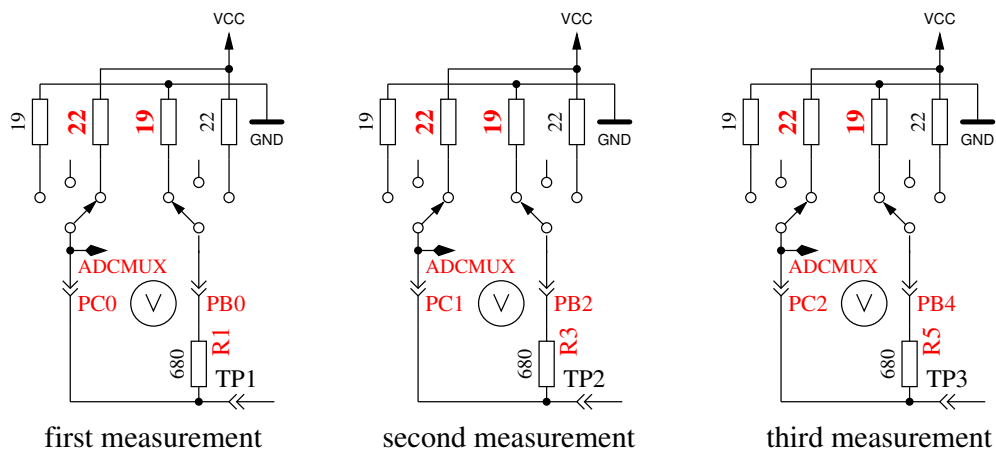

Abbildung 5.58. Messung des Innenwiderstandes des auf VCC geschalteten Port-C-Ausgängen.
9. **Messung des Innenwiderstandes von auf VCC geschalteten Port-Ausgängen.** Der benötigte Strom wird von auf GND geschalteten 680Ω-Widerständen geliefert. Es ist die gleiche Messung wie die in Test 8 zur anderen Seite, wie in Abbildung 5.58 gezeigt wird. Der Innenwiderstand wird wie folgt berechnet: Um den Strom zu berechnen: $(5001 - (\text{Ergebnis von Test 8}) - (\text{Ergebnis von Test 9})) / 680$. Die Widerstandswerte ergeben sich, wenn die gemessene Spannung durch diesen Strom dividiert wird. Das Ergebnis für diesen Test wird dann in Zeile 1 mit dem Text „RI_Hi=“ in Ω angezeigt, der Innenwiderstand zur GND-Seite wird in Zeile 2 mit dem Text „RI_Lo=“ angezeigt. Diese Werte werden ab Software-Version 1.06k bei jeder Messung neu bestimmt und hier nur dargestellt.